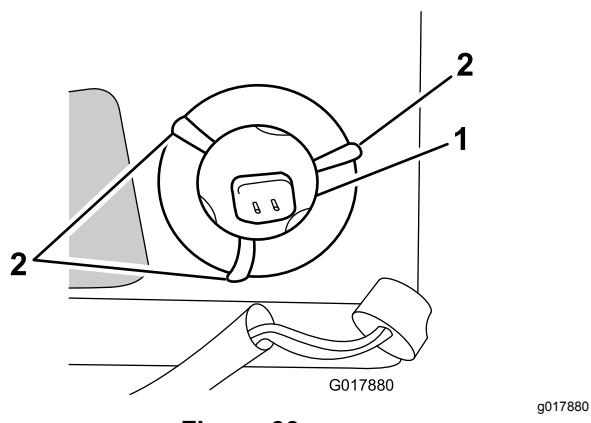

Figura 33
7. Spostate le linguette pieghevoli (che mantengono la lampada in posizione) all'interno del manico metallico in modo tale che non siano d'intralcio; vedere Figura 33.